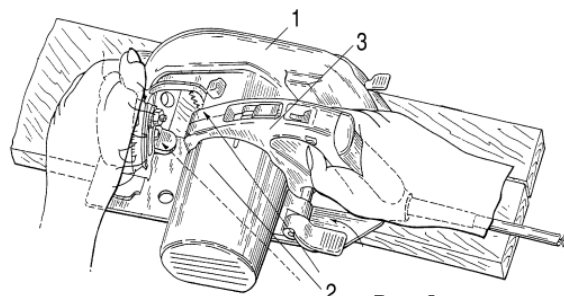

Рис. 4
**Циркулярная пила с улучшенной точностью ведения по линии** описана в патенте США 6301789 (2001 г.). Она содержит (рис. 4) мотор 2 в корпусе, который вращает циркулярную пилу, закрытую кожухом 1, рукоятку 3, за которую рабочий ведет пилу по материалу правой рукой. Слева имеется вспомогательная ручка, которую рабочий держит левой рукой. Вращая вспомогательную ручку, рабочий может управлять направлени-